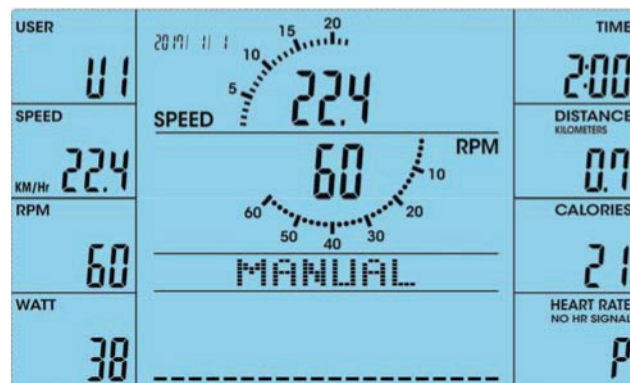

Abb. 17
2. Um das Training zu beginnen, drücken Sie START/STOP (Abb. 17).
4. Um das Training zu beginnen, drücken Sie START/STOP (Abb. 17).